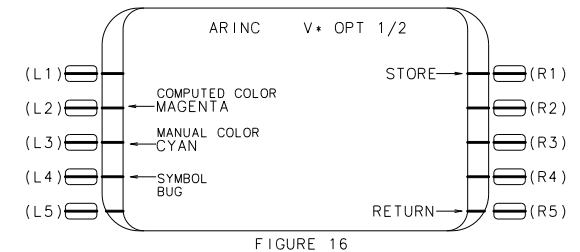

FIGURE 16
- IF A CHANGE IS NECESSARY PRESS THE LSK WHICH CORRESPONDS TO THE COLOR TO BE CHANGED (REF FIG 16).
- ONCE ALL THE CHANGES HAVE BEEN COMPLETED PRESS STORE TWICE (REF FIG 16). THE FMS WILL UPDATE THE CONFIGURATION AND REBOOT. THE CHANGES HAVE NOW BEEN STORED.